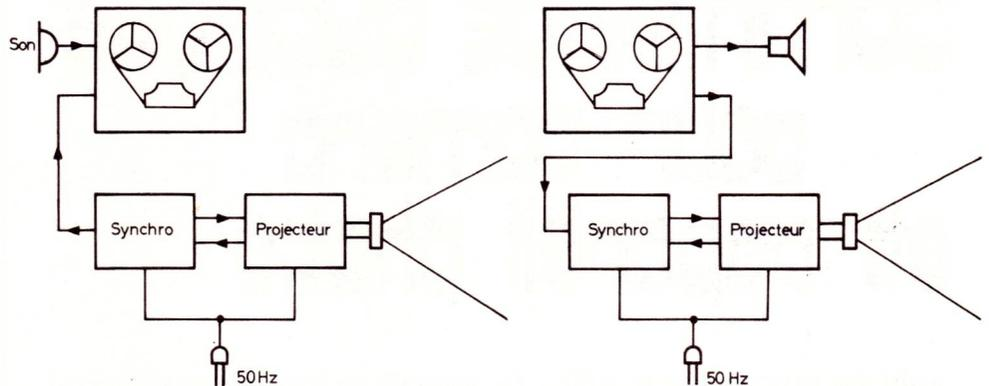

Figure 5
2) synchronisation d'un projecteur et d'un magnétophone autonome : fig. 5